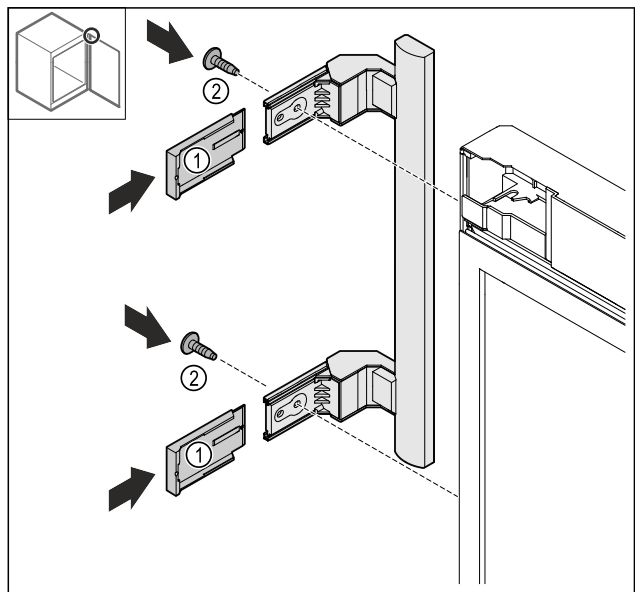

Fig. 25
- Abdeckungen Fig. 25 (1) aufschieben.